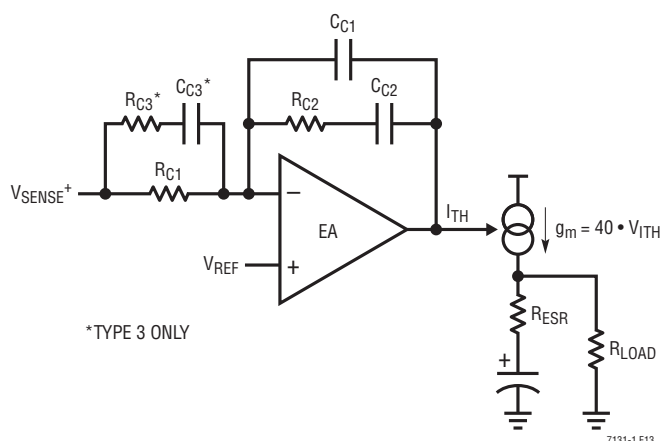

図13. LTC7131-1電流モード・レギュレータのPSPICEモデル
前セクションで述べた「トライ・アンド・エラー」で十分な過渡特性が得られない場合は、本セクションの手順でより正確な補償部品値を計算し、目的の帯域幅と位相余裕を得ることができます。この手順は、出力コンデンサのタイプがアプリケーション回路で指定されたものと大きく異なる場合や、タイプ3の補償ネットワークが必要な場合にも役に立ちます。タイプ3の補償ネットワークには、図13に示す R_{C3} と C_{C3} が追加されています。
2. 変調器と出力フィルタのゲインと位相をプロットします。変調器と出力フィルタは、エラー・アンプ出力(I_{TH})からレギュレータ出力(V_{OUT})までのループの一部です。これを行うには、出力コンデンサと V_{SENSE}^+ ピンの間に $10\Omega \sim 50\Omega$ の抵抗を挿入します(DC2824デモ・ボードではR7です)。その後、ネットワーク・アナライザを用いて、この抵抗の端子間にAC信号を注入し、ゲインと位相をプロットします。ネットワーク・アナライザがない場合は、PSPICEシミュレータにより、図13に示すLTC7131-1の電源モデル